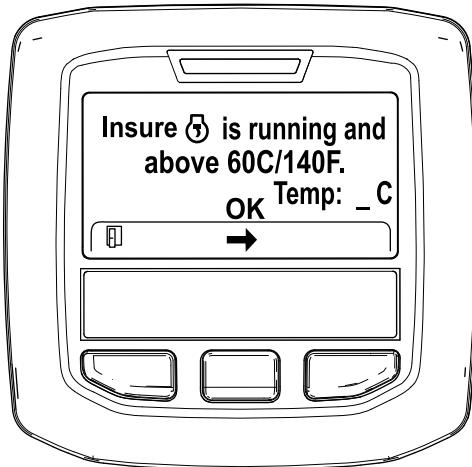

Figura 33
5. Se la temperatura del refrigerante è inferiore a 60 °C, viene visualizzato il messaggio "Insure  is running and above 60C/140F" (Assicurarsi che sia in funzione e sopra 60 °C). (Figura 33).